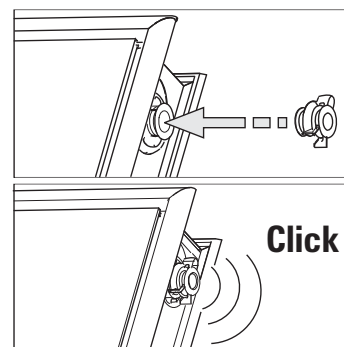

Fig. 3-28 Mise en place des bouchons d'extrémité
9. Enfoncez les bouchons de terminaison dans les tubes de raccordement de capteur encore ouverts jusqu'à ce que les pinces de fixation s'enclenchent (fig. 3-28).